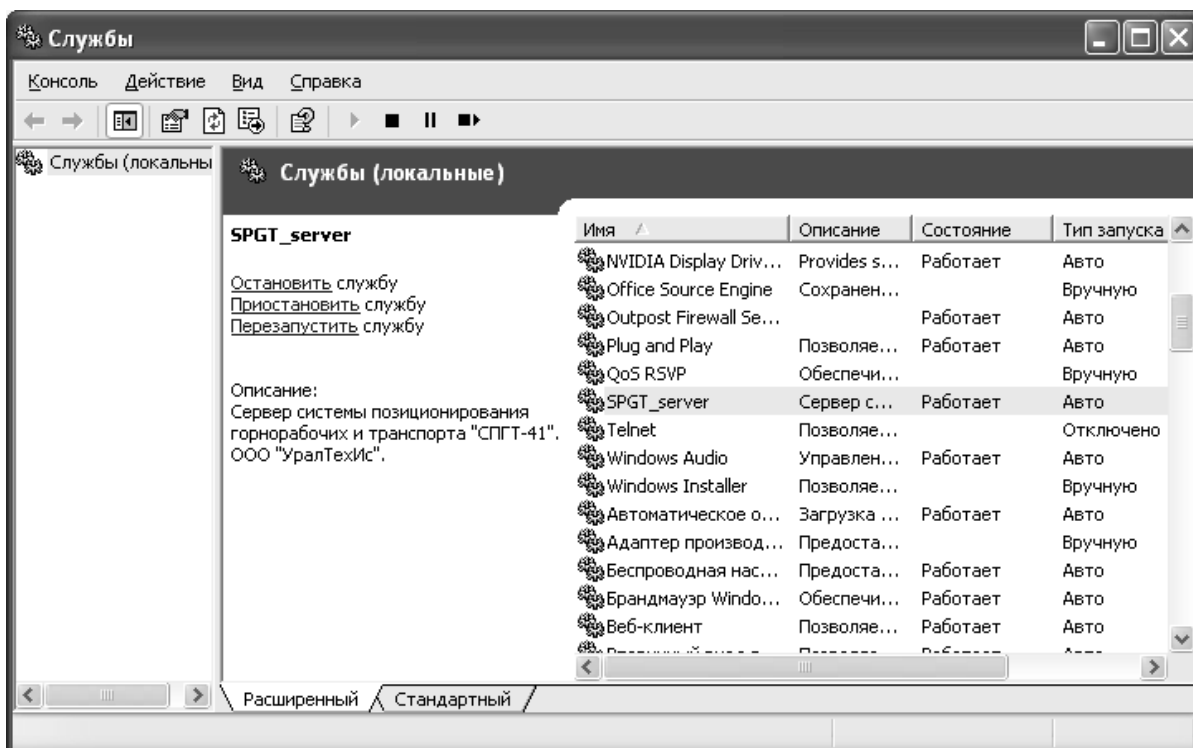
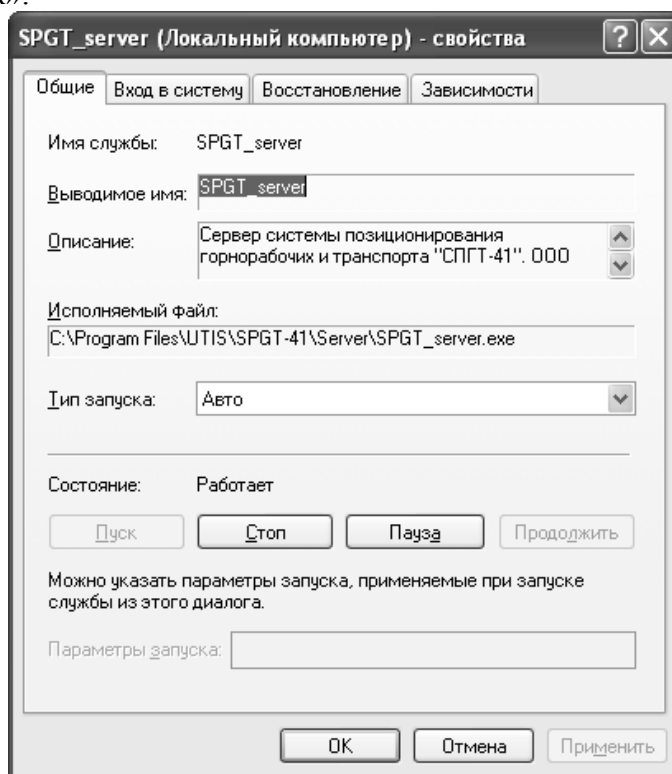

Рисунок 5 – Управление службами
Рисунок 6 – Свойства службы SPGT_server
2.2.4.2 После установки сервера системы СПГТ-41 необходимо убедиться, что соответствующая служба была зарегистрирована и запущена. Для этого необходимо запустить программу управления службами (рисунок 5) (Пуск > Панель управления > Администрирование > Службы).
В окне управления службами найти службу «SPGT_server», нажать на ней правую кнопку мыши и выбрать пункт «Свойства». В окне свойств (рисунок 6) установить тип запуска – «Авто», запустить службу нажатием кнопки «Пуск» и подтвердить изменения нажатием кнопки «Ок».
3.2.1 Перед настройкой сервера СИСТЕМЫ необходимо остановить службу «SPGT_server». Для этого необходимо запустить программу управления службами (рисунок 5) (Пуск > Панель управления > Администрирование > Службы). В окне управления службами найти службу «SPGT_server», щелкнуть по ней правой кнопкой мыши и выбрать пункт «Свойства». В окне свойств (рисунок 6) остановить службу нажатием кнопки «Стоп» и подтвердить изменения нажатием кнопки «Ок».
3.2.4 После внесения изменений в файл «spgt_server_settings.ini» необходимо запустить службу «SPGT_server». Для этого необходимо открыть окно управления службами (рисунок 5) (Пуск > Панель управления > Администрирование > Службы). В окне управления службами найти службу «SPGT_server», щелкнуть по ней правой кнопкой мыши и выбрать пункт «Свойства». В окне свойств (рисунок 6) запустить службу нажатием кнопки «Пуск» и подтвердить изменения нажатием кнопки «Ок».